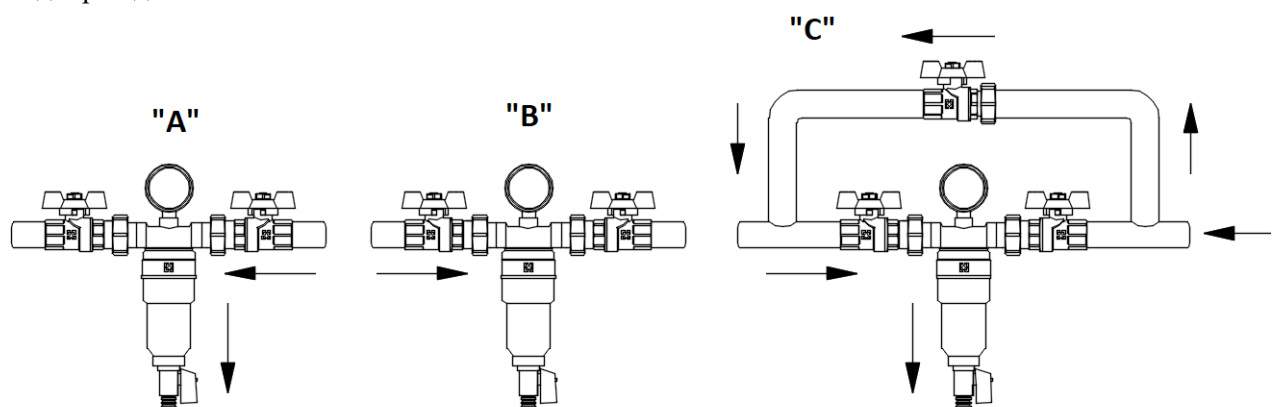

Рис. 1
3. До і після фільтра необхідно встановлювати запірну арматуру, щоб була можливість зняти фільтруючі елементи (див. рис. 1). Для більшої ефективності фільтрувальної промивки (зворотної промивки) переважно мати байпасну секцію з краном (байпасом) (див. рис. 1 "С").
- "А" - Перекрити випускний клапан. Відкрийте зливний кран і злийте осад в каналізацію разом з певною кількістю мережевої води. При цьому частинки, що залишилися на сітці, в основному не видаляються з фільтра. Видаляється тільки шлам, що осідає на дні колби (рис. 1)
- "В" - Перевірте, щоб всі дозатори води були закриті. Перекрити впускний і випускний клапани фільтра. Відкрийте зливний клапан фільтра, при цьому тиск в колбі впаде, а вода з колби буде повністю видалена. Відкрийте випускний клапан фільтра. При цьому залишковий тиск в трубопроводах після фільтра буде в якійсь мірі збивати частинки, що прилипли до сітки (рис. 1).